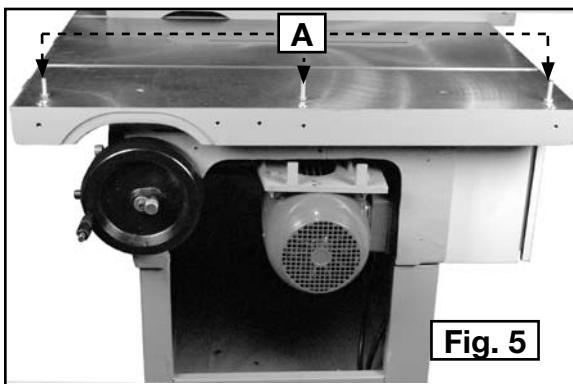

Fig. 5
Conecte la base de extensión a la sierra con tres pernos de cabeza hexagonal M10 x 35 mm (A) Fig. 5.